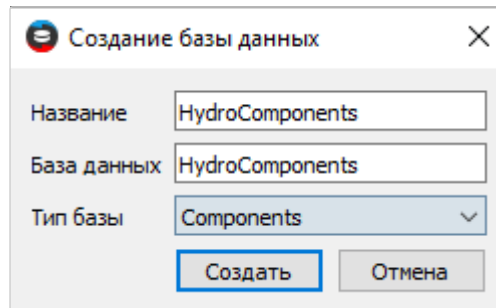

Рисунок 15. Поля для заполнения базы *Components*
- б) в окне «Создание базы данных» заполнить все необходимые поля (см. рисунок 15):